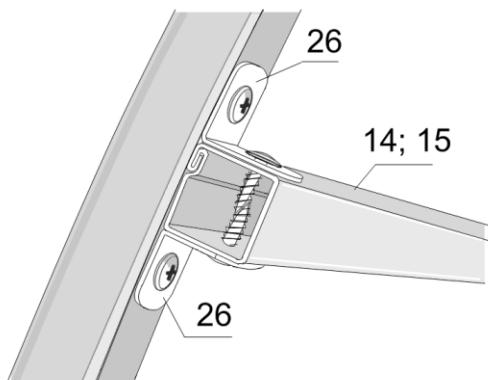

Рис. 11
3.8.1. К стрингерам № 14н; 14; 15н; 15 в местах крепления арок, обозначенные уколов, присоедините уголки 90° № 26 (см. рис. 11).
3.8.3. К верхней торцевой дуге № 1 присоедините три стрингера № 14 саморезами 4,2x16 через уголки № 26 (см. рис. 11).